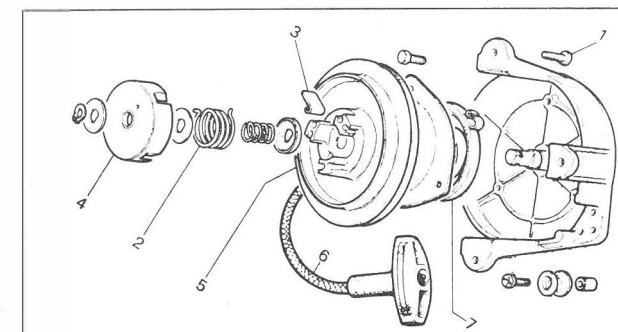

Fig. 46
qui le fixent au carter de refroidissement (Fig. 46), ainsi le moteur peut être démarré à l'arrachée par cordelette.
by slackening the four screws (1) (Fig. 46). Engine may now be started inserting a rope in the flywheel hub, in the normal rope starting way.
neigte Nabenverzahnung schiebt die beweglichen Lamellen zurück, die dadurch ausgekoppelt werden. Der Reversierstarter kann, falls beschädigt, entfernt werden, indem man die vier Bolzen (1) abschraubt, mit denen er an der Kuehlerhaube befestigt ist (Abb. 46). So kann der Motor per Hand durch Anwurfseil angelassen werden.